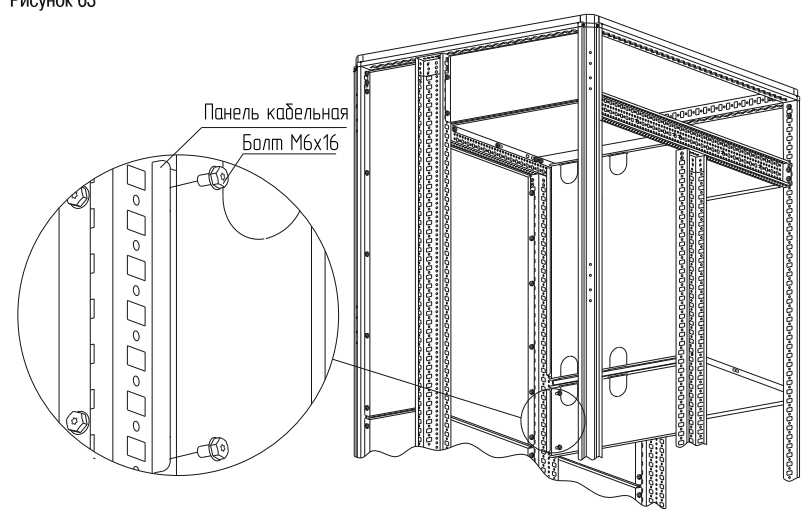

Рисунок 64
– вариант 2. Винтами М6х16. Установите панель кабельную на нужной высоте (рисунок 64) и закрепите к стойкам болтами М6х16. Момент затяжки – 7 Н·м. Болты в комплект не входят.